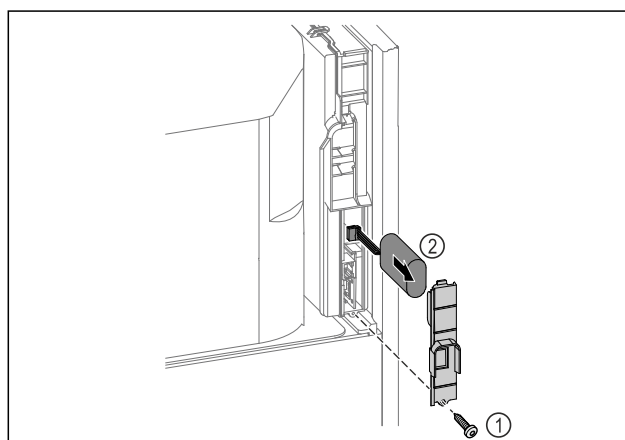

Fig. 222
- Schroef eruit draaien en het afdekplaatje aan de achterkant van het apparaat verwijderen Fig. 222 (1).
- Batterij ontkoppelen en verwijderen Fig. 222 (2).